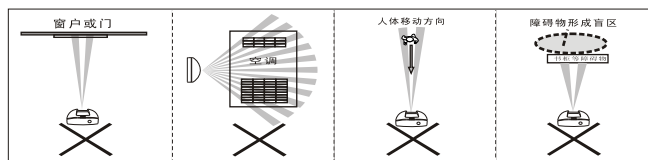

图6
例: 假设探测距离为高增益,单向报警,单向报警模式1(见功能4),返回时间为15秒。如图6: 若主人直接从“A”走到“B”,则探测器会立即报警。
1、安装要求 (图6)：